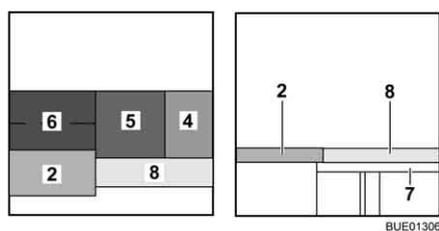

Fig. 123 Après la transformation
- Placer le coussin d'assise (Fig. 123,5) au centre.
- Placer le coussin de dossier (Fig. 123,4) entre le coussin d'assise et la cloison.
- Accrocher la rallonge latérale de lit (Fig. 123,7) dans les supports sur les banquettes.
- Placer le coussin supplémentaire (Fig. 123,8) sur la rallonge latérale de lit.